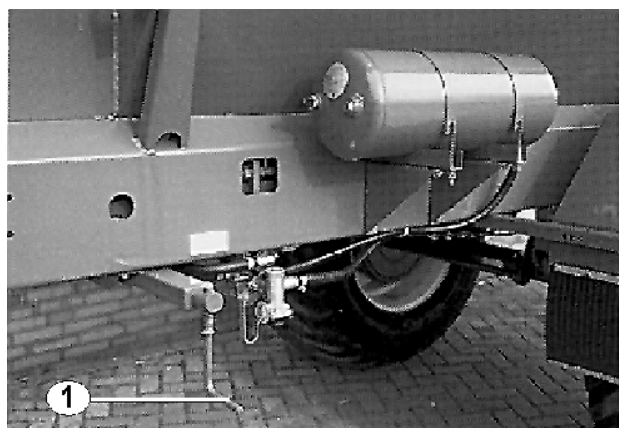

Рис. 20
- Управление стояночным тормозом на высокопроизводительных распределителях с пневматической тормозной системой производится посредством кривошипной рукоятки (Рис. 20/1), расположенной сбоку машины.